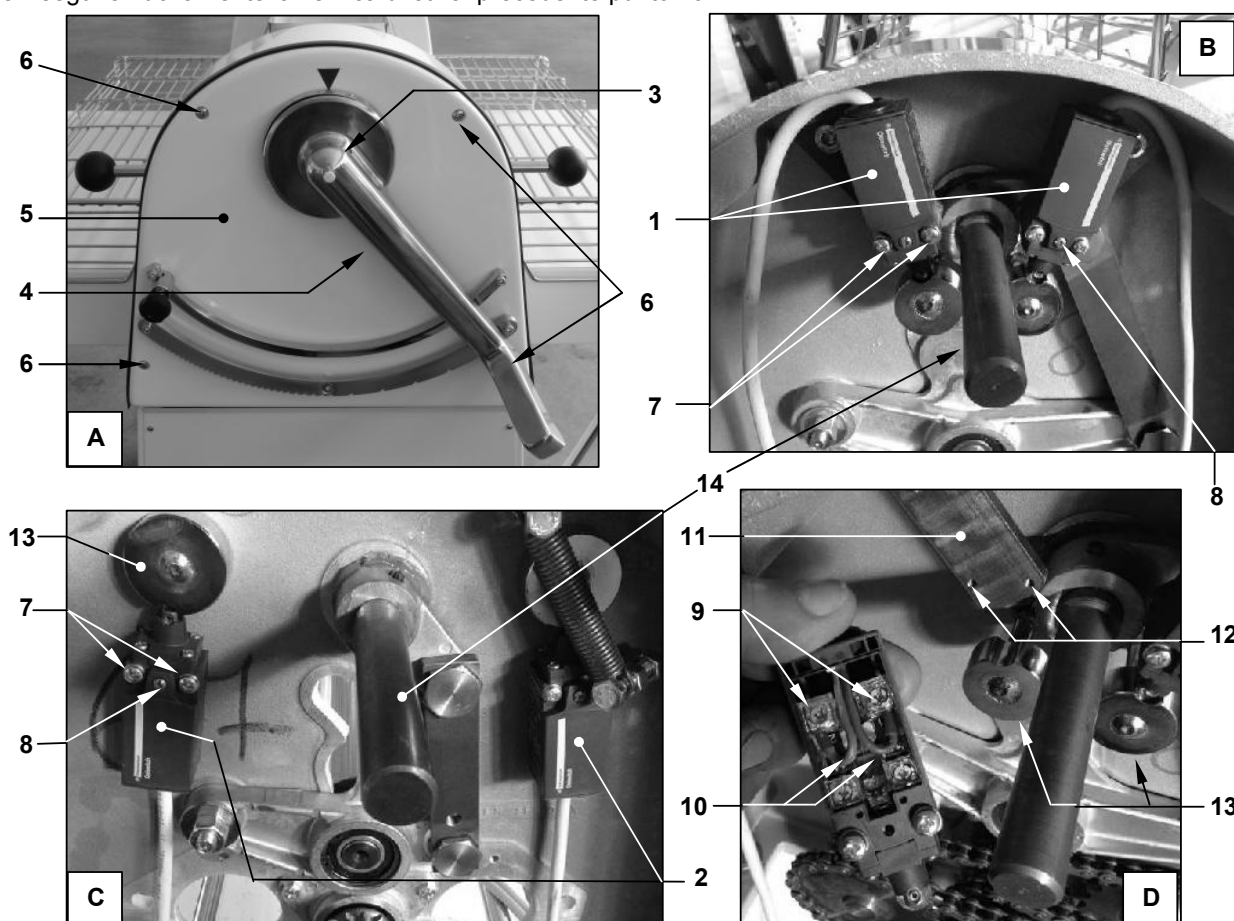

Figura 29 - Microinterruttori di sicurezza associati ai ripari interbloccati della zona di laminazione
7. Montare la maniglia indicata con il rif. 55 in Tavola 3 al par. 7.1 e bloccarla con l'apposita spina radiale indicata con il rif. 3 in Figura 29
Con riferimento alla Figura 29, sono mostrati in foto B i microinterruttori rif. 1 del mod. MK600 in foto C i microinterruttori rif. 2 del mod. MK500. Per accedere ai microinterruttori è necessario procedere come segue